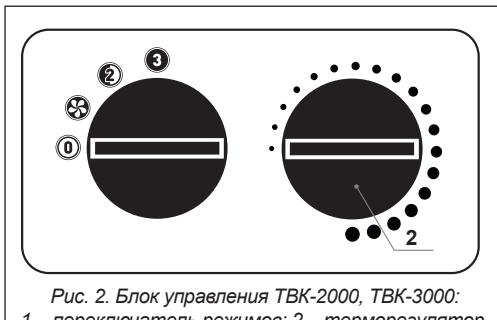

Рис. 2. Блок управления TVK-2000, TVK-3000:
Перед включением тепловой пушки в сеть ручка переключателя режимов 1 (рис. 2) должна находиться в положение «0» (①), а ручка терморегулятора 2 повернута в крайнее против часовой стрелки положение.